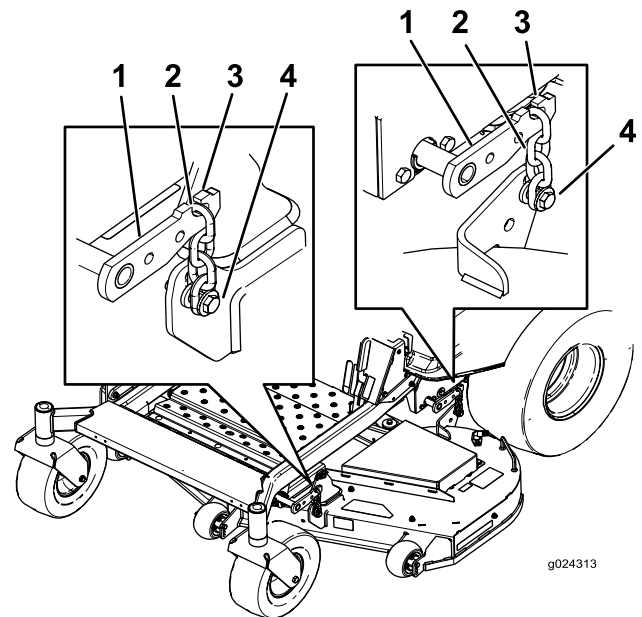

Figure 69
3. Détachez les chaînes des crochets sur les bras de relevage du tablier (Figure 69).
6. Soulevez l'arrière du tablier de coupe et accrochez les chaînes aux bras de relevage arrière (Figure 69).
7. Accrochez les chaînes avant aux bras de relevage avant (Figure 69).